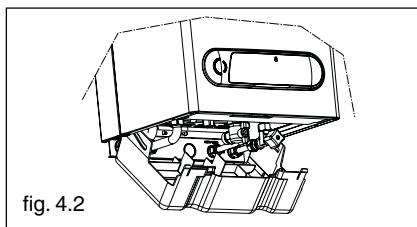

fig. 4.2
- ruotarla verso il basso (fig. 4.2)